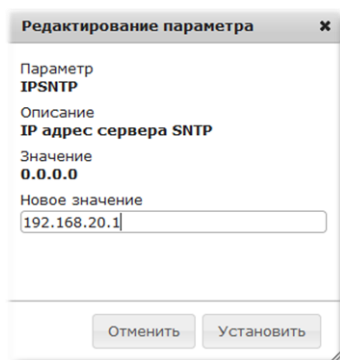

Рисунок 25 – Вид окна «Редактирование параметра IPSNTP»
- 4) в отобразившемся окне «Редактирование параметра IPSNTP» (см. Рисунок 25), ввести IP-адрес SNTP-сервера и нажать кнопку «Установить».